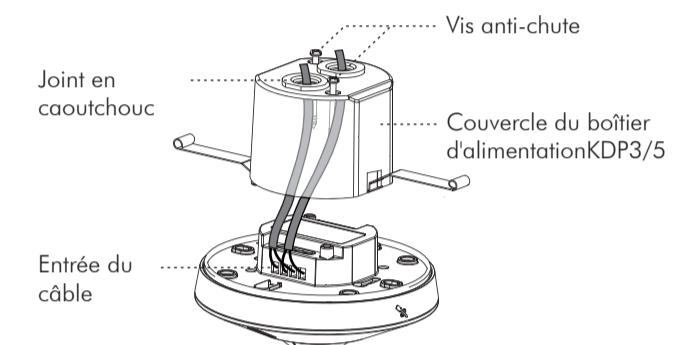

FIG. 10
3.4.2.2 Utilisez un tournevis pour briser le joint en caoutchouc présent sur le KDP3/5, et faites-y passer les câbles (Voir FIG.10).